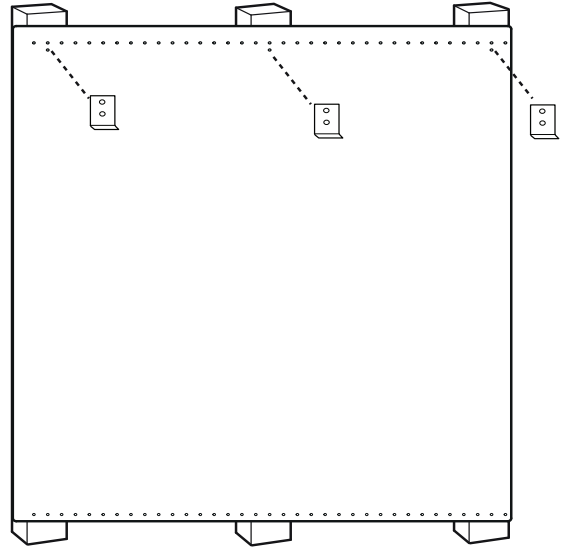

Figure 17 : Dossieret de protection avec étagère garde-chaud
3. À l'endroit indiqué sur la Figure 17 fixez les supports inférieurs fournis avec l'étagère garde-chaud à travers le dossieret de protection, dans les montants de cloison.